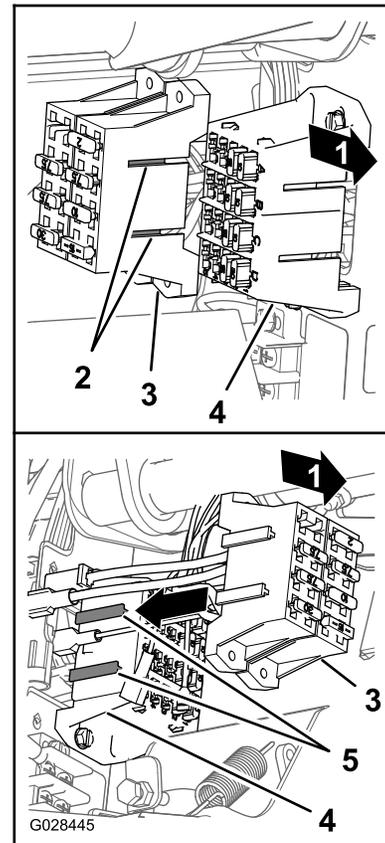

Bild 26
4. Fluchten Sie die T-Anschlussstücke am Sicherungskasten für das Sprühfahrzeug mit den T-Schlitz des Sicherungskastens für die Maschine aus und schieben Sie den Sicherungskasten des Sprühfahrzeugs in die Schlitz, bis der Sicherungskasten einrastet (Bild 26).